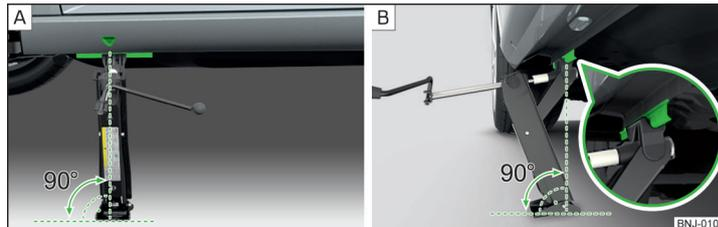

Fig. 185 Raffigurazione di principio: Applicazione del martinetto
- ▶ Assicurarsi che la piastra del martinetto poggi su una base dritta con tutta la sua superficie e accertarsi che si trovi in posizione perpendicolare al punto di applicazione » fig. 185 - [A].
- ▶ Posizionare il martinetto sotto il punto di applicazione e agendo sulla manovella alzarlo fino a che la staffa d'innesto non cinge la cresta » fig. 185 - [B].